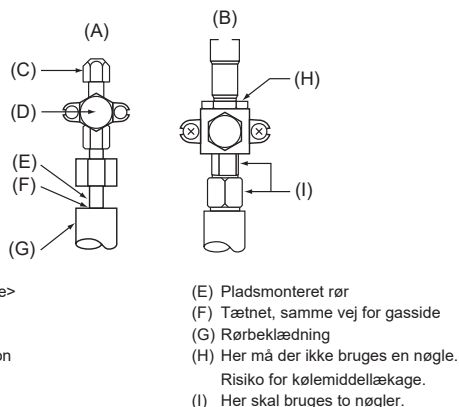

Fig. 4-5
4.4. Metode til lufttæthedstest for kølemiddellør (Fig. 4-5)
- Kontrollér, at ventilerne (A) (B) er lukkede, og sørg for ikke at åbne dem.
- Påfør tryk på kølemiddellørene gennem servicepunktet (C) på væskeventilen (A).